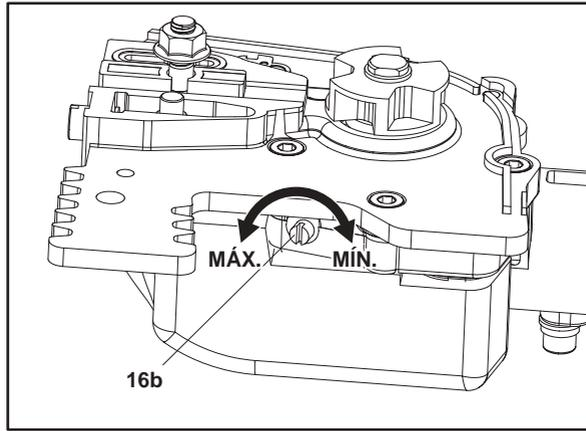

Fig. 20
3. Ajuste el tornillo de ajuste del aceite (16b) del engrasador que hay en la parte inferior del producto para ajustar el flujo del aceite de cadena; para ello, utilice el extremo plano del destornillador de doble punta suministrado (45), que se encuentra en la parte inferior del producto (Fig. 20).